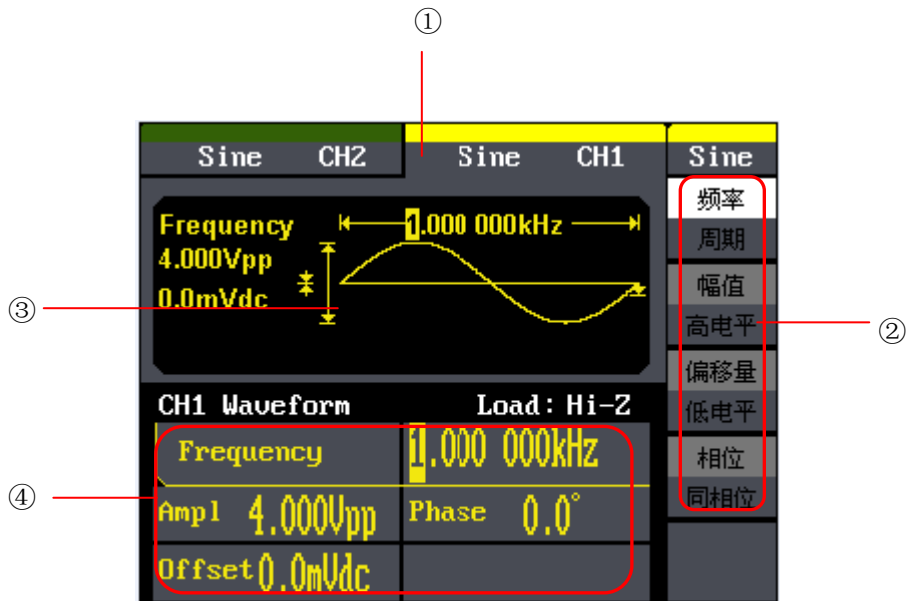

图 1-4 SDG1000 用户界面
SDG1000 系列函数/任意波形发生器的常规显示界面如图 1-4 所示。主要包括通道显示区、波形显示区、参数显示区和操作菜单区。通过操作菜单区我们可以选择需要更改的参数如频率/周期、幅值/高电平、偏移/低电平、相位等参数来输出所需要的波形。
①通道显示区
②操作菜单区
③波形显示区
④参数显示区
如图 1-4 所示，在④参数显示区中包括 frequency（频率）、Amp1（幅值）、Phase（相位）和 Offset（偏移量）等参数，用户可在②操作菜单显示区中通过数字键、旋钮、方向键和对应的功能键来修改相应的参数值。